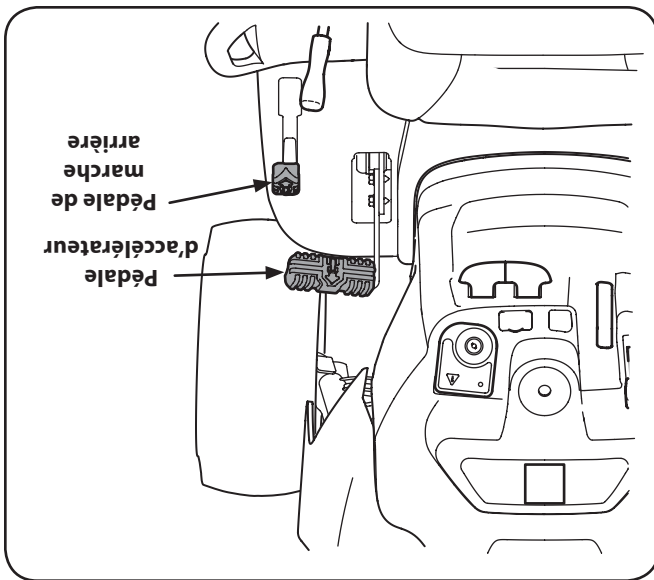

Figure 5-1
2. Pour vous déplacer en MARCHÉ AVANT, appuyez lentement sur la pédale d'accélérateur jusqu'à l'obtention de la vitesse désirée. Voir la Figure 5-1.
3. Pour vous déplacer en MARCHÉ ARRIÈRE, assurez-vous qu'il n'y a pas d'obstruction derrière vous, puis appuyez lentement sur la pédale d'accélérateur jusqu'à l'obtention de la vitesse désirée. Voir la Figure 5-1.